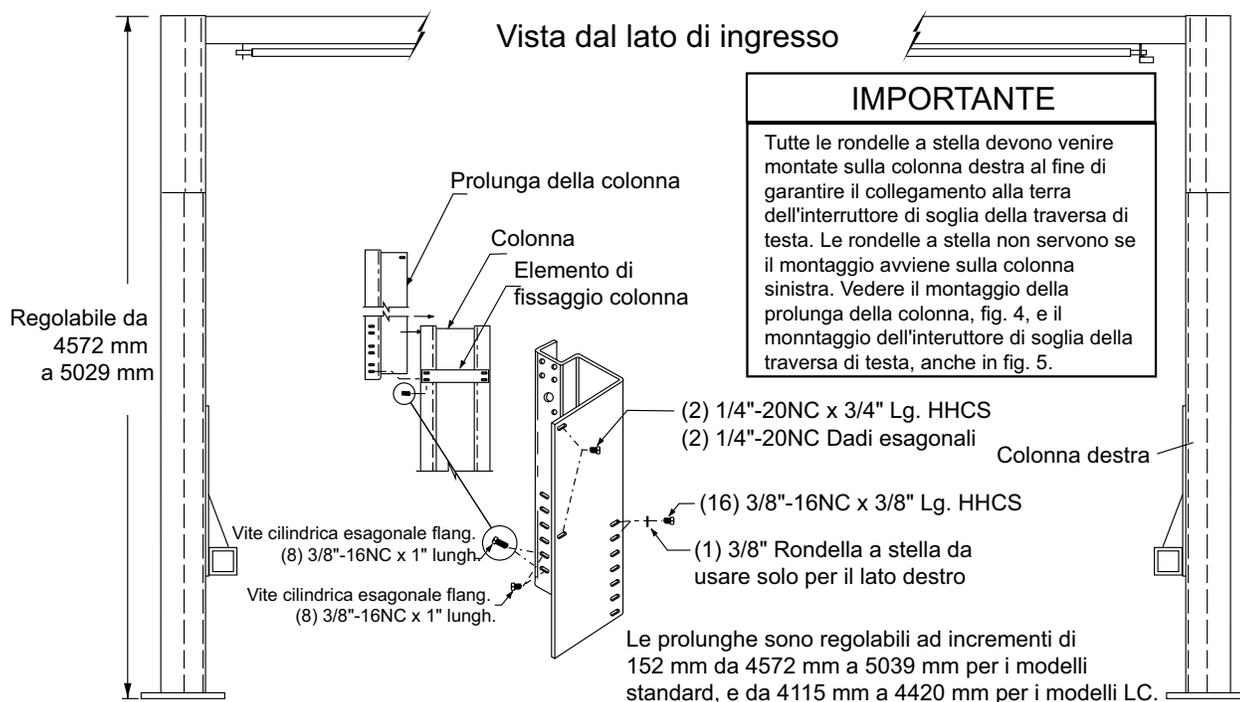

Fig. 4
5. Installare le prolunghe alle colonne mediante delle viti cilindriche esagonali flangiate da 3/8"-16NC x 3/8" (16) fig. 4, e gli elementi di fissaggio delle colonne con viti cilindriche esagonali flangiate (8) 3/8"-16NC x 1", vedere sempre la fig. 4. Regolare la perpendicolarità delle prolunghe delle colonne come necessario.